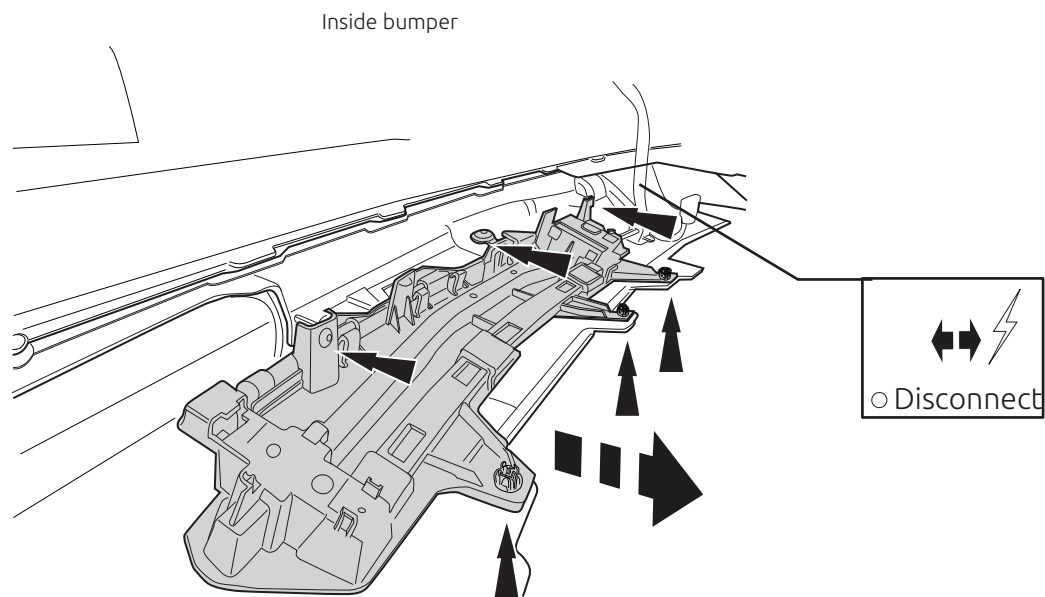
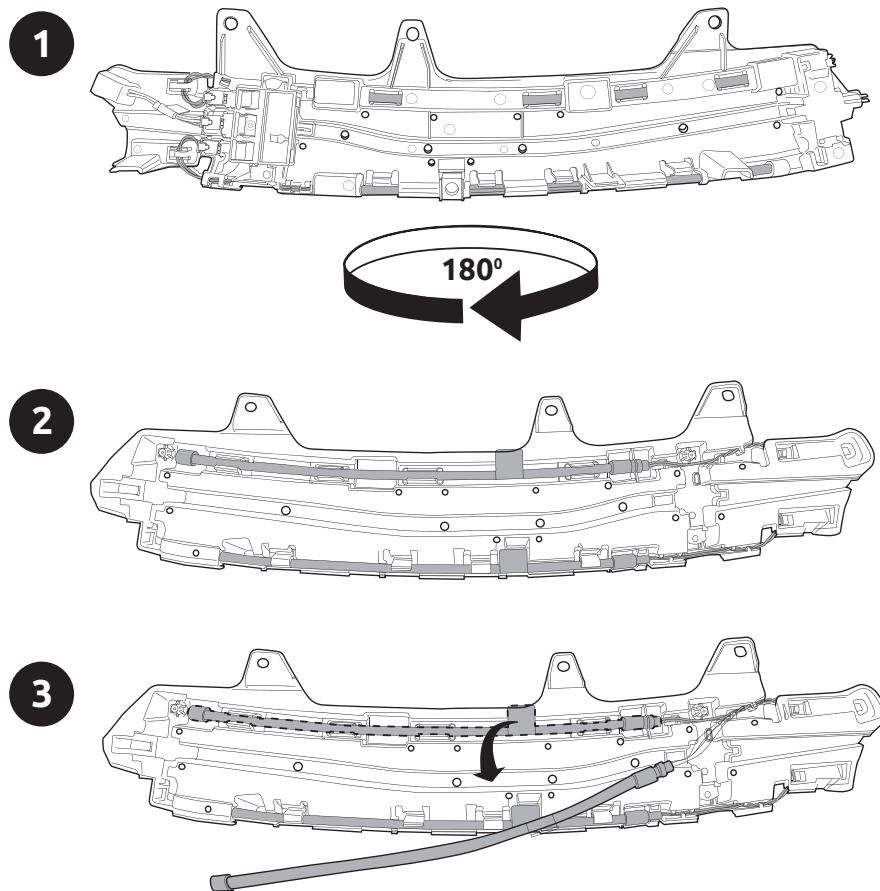

Fig. 3
Fig. 4a
10. **Внимание, если имеются:** Снять указанные детали. См. рисунок 3. Выпилить обозначенную часть, как указано на рис. 4a-4b.